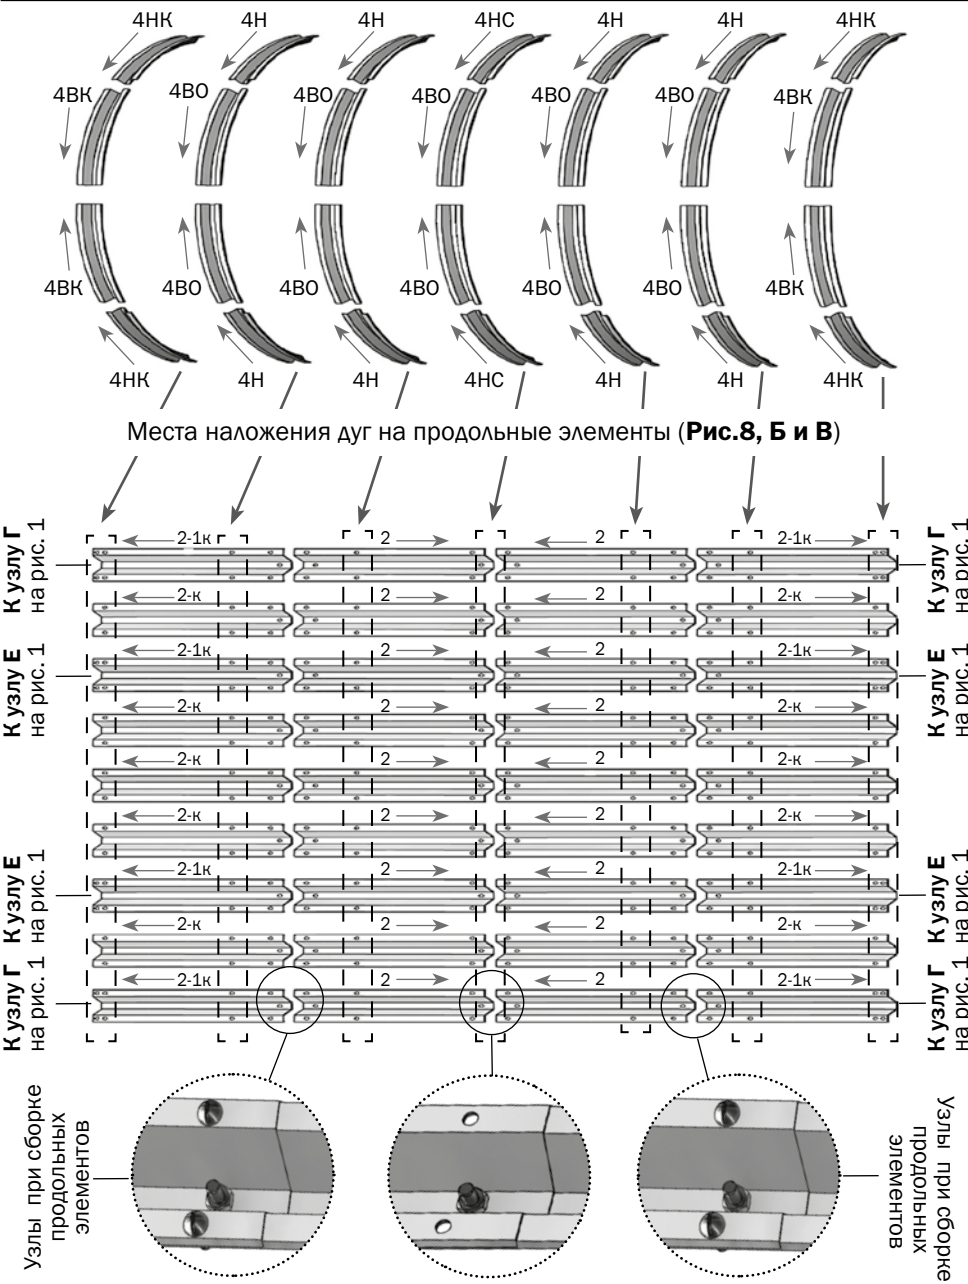

Рис. 5 Расположение дуг и продольных элементов каркаса «Дачная-Эко»-4 (детали показаны схематично)
детали 4 и 2 - см. **Рис.5,6**
3. Выполняйте сборку в соответствии с фотографиями этапов сборки и узлов, представленными на **рис. 5...14**.